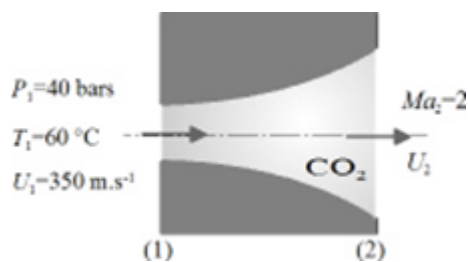

FIGURE 15 – Écoulement dans une tuyère.
On considère l'écoulement isentropique du dioxyde de carbone dans une tuyère telle que représentée sur la Figure 15. A la section (1) de cet écoulement, la température est $T_1 = 60^\circ \text{C}$ et la vitesse $\mathcal{V}_1 = 350 \text{ m/s}$. Pour le CO_2 , nous prendrons $\gamma = 1,3$ et $M_{\text{CO}_2} = 44 \text{ g/mol}$.
1. Déterminer la vitesse $\mathcal{V}_2$ à la section (2) où le nombre de Mach $\text{Ma}_2 = 2$.